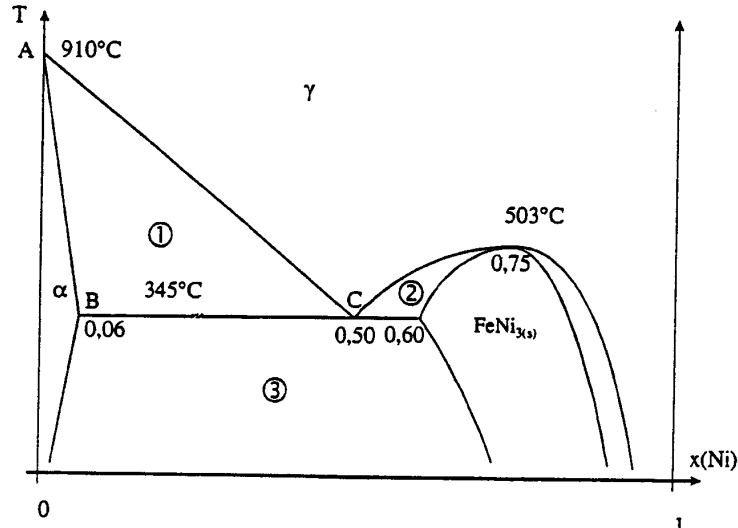

Figure 2.
La figure 2 représente le diagramme de phases isobare simplifié *solide-solide* du système fer-nickel. Ce diagramme présente des analogies avec le précédent : la phase liquide est remplacée par la phase solide γ (phase cfc) . De nouveaux domaines apparaissent du fait, d'une part, de la solubilité partielle du nickel dans le fer α , et d'autre part de la formation du composé défini $FeNi_3$, dans lequel le fer et le nickel présentent une certaine solubilité.
9. Indiquer la (les) phase(s) présente(s) dans les domaines 1, 2 et 3 de la figure 2.